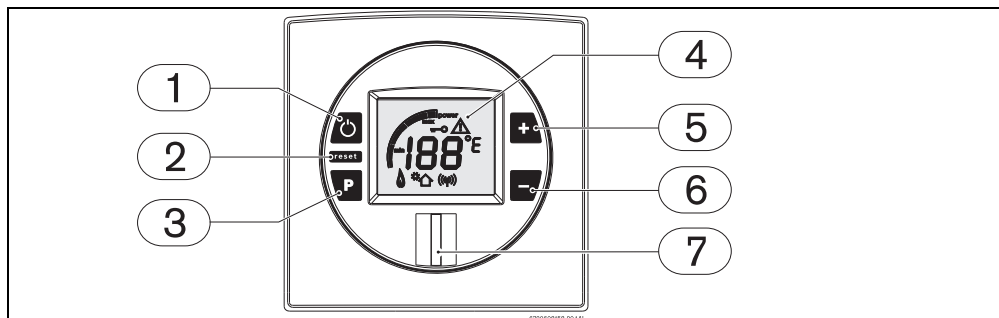

Рис. 4
Выключите прибор (Рис. 4, поз. 1).
- ▶ Нажмите и удерживайте кнопку программирования (Рис. 4, поз. 3), нажмите кнопку «Вкл./выкл.» (Рис. 4, поз. 1), для подключения прибора.
- ▶ Нажмите кнопку «Вкл./выкл.» (Рис. 4, поз. 1), для отключения прибора. Теперь пульт дистанционного управления деактивирован.